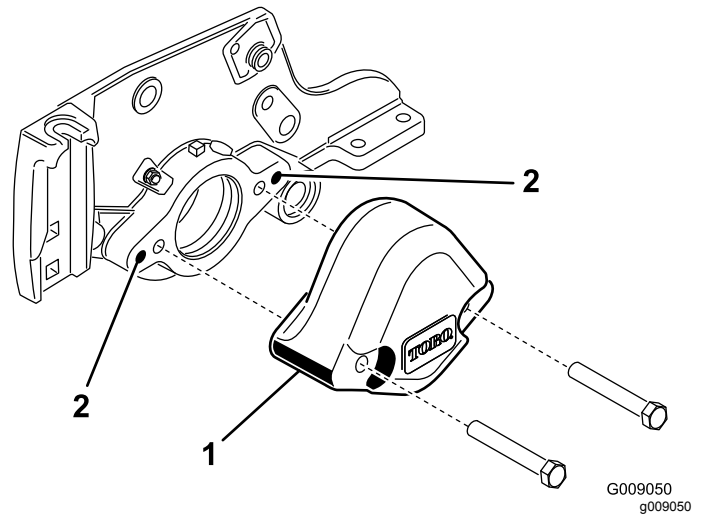

図 5
3. カウンタウェイトをカッティングユニットの左側に固定しているボルト2本を外す。カウンタウェイトを取り外す 図 5。
4. 3/8-16 タップを使って、サイドプレートの取り付け穴の内壁のペイントを除去する。図 5。